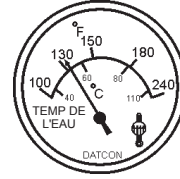

Figure 49. Jauge de la température du liquide de refroidissement
10. La **jauge de température du liquide de refroidissement** (Figure 49) indique la température du liquide de refroidissement. Dans des conditions normales de fonctionnement, la température du liquide de refroidissement doit être comprise entre 167° ~ 203°F (75° ~ 95°C) (**zone verte**).